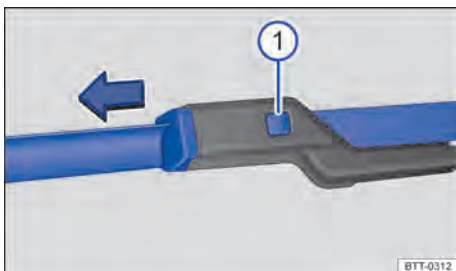

Fig. 174 Sustituir las escobillas limpiaparabrisas.
- Mantenga la tecla de desbloqueo → fig. 174 ① pulsada y, al mismo tiempo, retire la escobilla de los limpiaparabrisas en el sentido de la flecha.